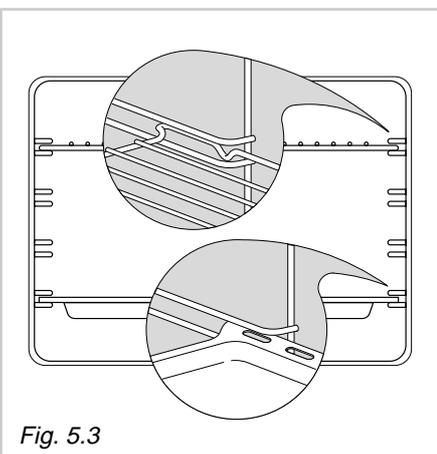

Fig. 5.3
- Infilare in mezzo alle guide dei telai laterali la leccarda e la griglia come in fig. 5.3. La griglia va montata in modo che l'arresto di sicurezza, che ne evita l'estrazione accidentale, sia rivolto verso l'interno del forno.